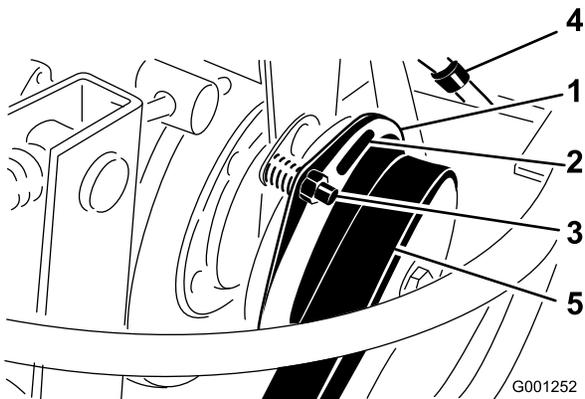

Bild 79
3. Stellen Sie den Abstand so ein, dass eine 0,4 mm Fühlerlehre mit leichtem Druck zwischen die Kuppelungsauskleidung und die Bremsscheibe passt (Bild 79).
Hinweis: Drehen Sie die Einstellmutter nach rechts, um den Abstand zu verringern (Bild 79). Der maximale Betriebsabstand beträgt 0,7 mm. Stellen Sie alle drei Abstände ein.